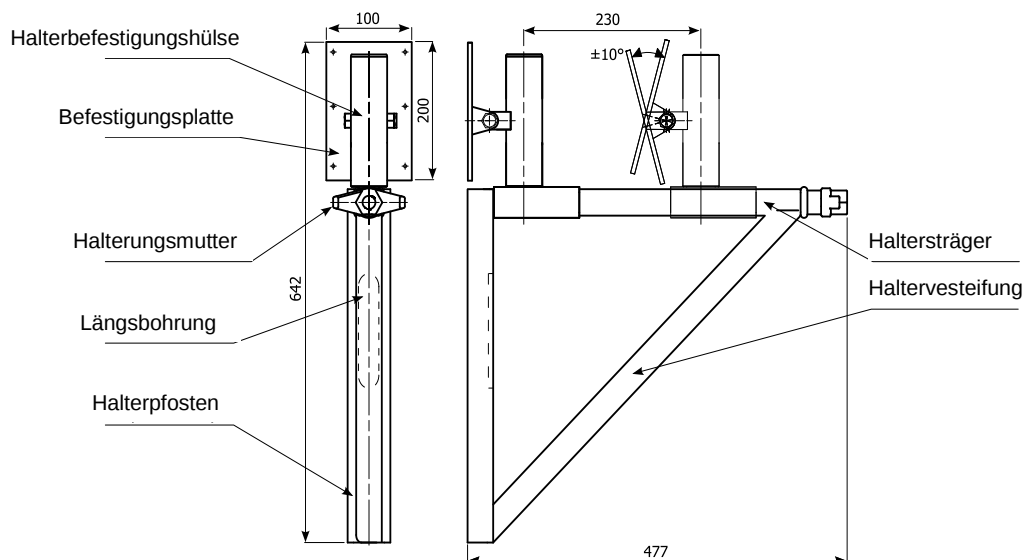

Abb. 24 Einstellbarer Schalungshalter
1.3.22. Einstellbarer Schalungshalter (Abb. 24)